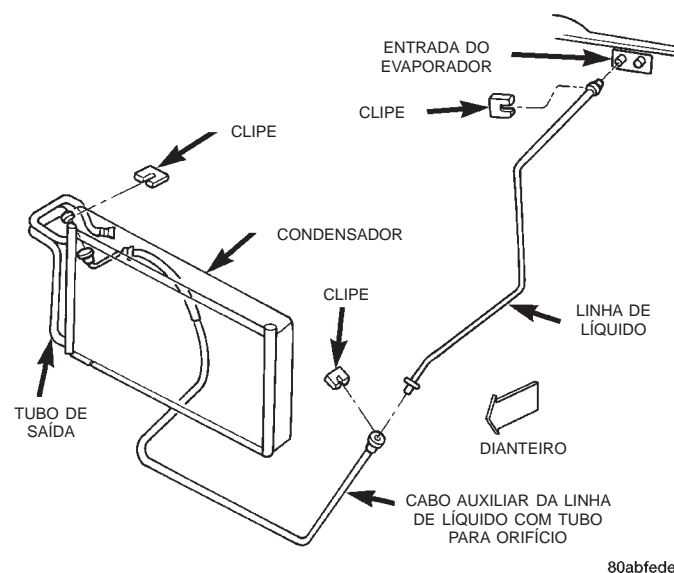

Fig. 33 Remoção/Instalação da Linha de Líquido - Direção do Lado Direito
(1) Desconecte e isole o cabo negativo da bateria.
(2) Recupere o líquido refrigerante do sistema de refrigeração. Consulte “Recuperação de Líquido Refrigerante”, neste grupo, para obter mais informações sobre os procedimentos.
(3) Desconecte a linha de líquido e/ou os acopladores da linha de refrigeração do cabo auxiliar da linha de líquido na entrada do evaporador e no cabo auxiliar da linha de líquido ou na saída do condensador e no cabo auxiliar da linha de líquido (Fig. 33). Consulte “Acoplador da Linha de Refrigeração”, neste grupo, para obter mais informações sobre os procedimentos. Instale plugues ou aplique fita em todas as ajustagens abertas da linha de refrigeração.